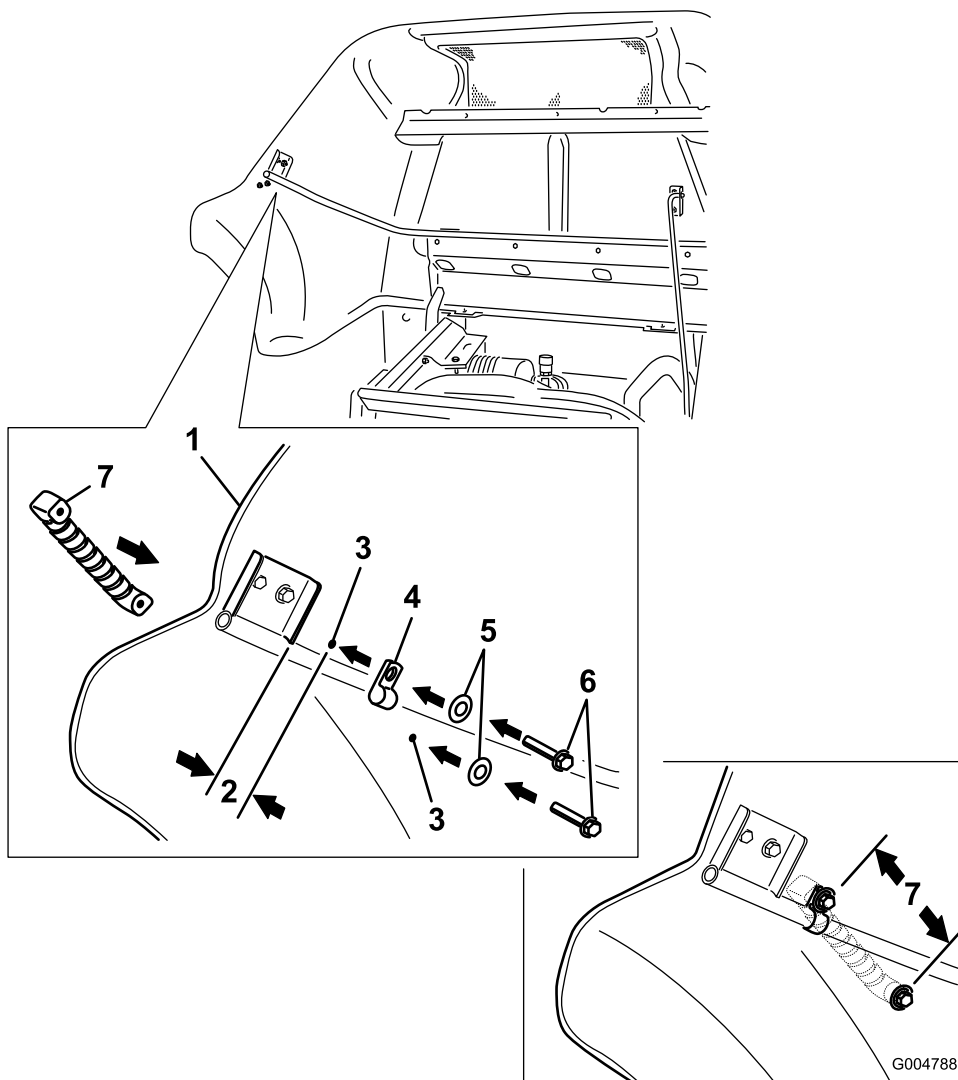

Bild 7
2. Messen Sie entlang der Schiene einen Abstand von 3,8 cm von der Stützkante, wie in Bild 7 abgebildet.
6. Wenn sich der Motorhaubengriff ungefähr an der in Bild 7 abgebildeten Stelle befindet, markieren Sie das zweite Bohrloch.
9. Befestigen Sie den Griff mit der anderen Scheibe (5/16") und Schraube ($\frac{1}{4}$ " x $1\frac{1}{8}$ ") an der Motorhaube, wie in Bild 7 abgebildet.